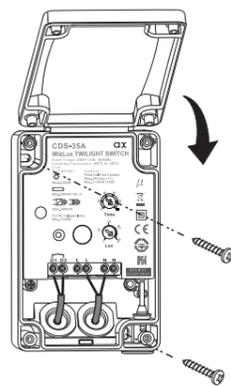

FIG.6
3.3.1.3 Fije el IC FCL 209 sobre la pared con los tornillos (ver FIG.6).